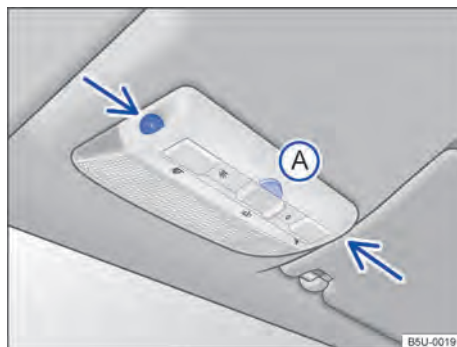

Fig. 52 No console do teto: sensores de monitoramento do interior do veículo e tecla **(A)** para desligar o monitoramento do interior do veículo.
O monitoramento do interior do veículo dispara o alarme com o veículo travado, se reconhecer movimentos no interior do veículo. O sensor e o receptor estão localizados no conjunto da lanterna de leitura → Fig. 52 (setas).
- Pressionar a tecla → Fig. 52 **(A)**. No painel de instrumentos a luz de controle → Fig. 47 se acende.